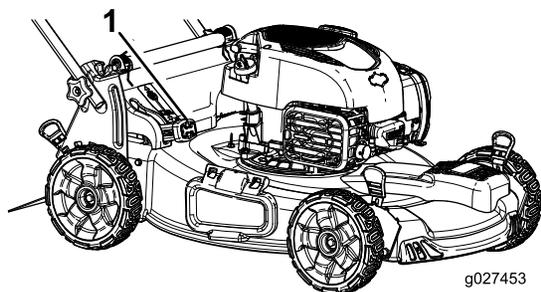

図 23
- 集草しながらの刈り込みをしたい場合には、レバーの頭部にあるボタンを押し込んでレバーを前に倒します。ボタンが飛び出して来ればセット完了です 図 23。